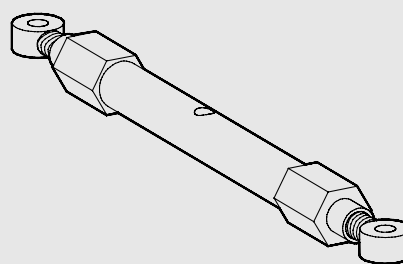

Fig. 21a
*= Pour l'utilisation d'éléments de coffrage RONDA à partir des modèles d'avril 1994. Reconnaissable par ce modèle de vérins de réglage (fig. 21a).